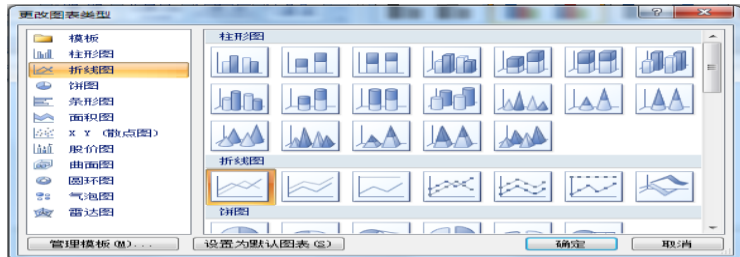

图 3-11
(5) 更改图表类型，选中“累积百分比”数据，单击右键菜单选择“更改图表类型”，选择折线，单击确定退出。如图 3-11 所示